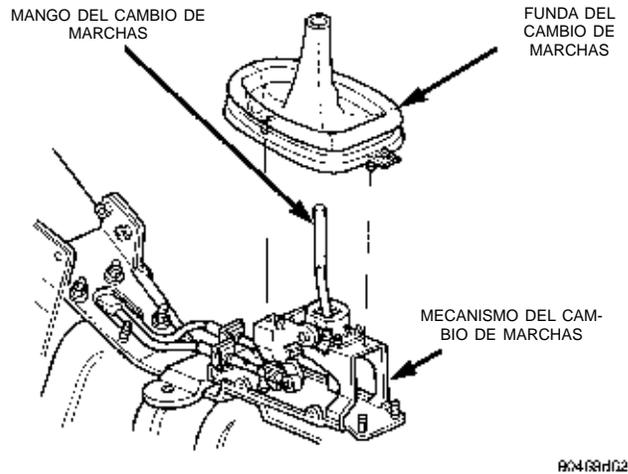

Fig. 9 Funda del cambio de marchas
- (1) Retire el pomo del cambiador. Consulte Desmontaje del pomo de la palanca de cambios.
- (2) Retire el conjunto de consola. Consulte el Grupo 23, Carrocería.
- (3) Corte los collarines de retención de plástico de la base de la funda (Fig. 9). Retire la funda del mecanismo del cambio de marchas.